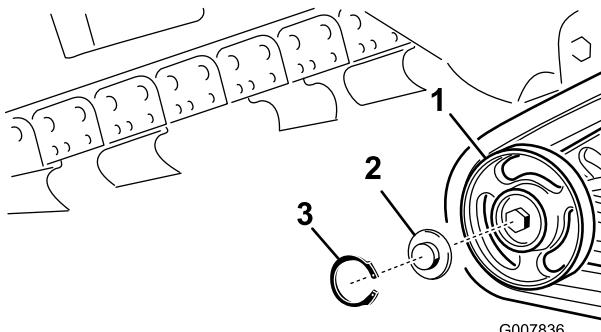

Figura 50
2. Retire la anilla a presión y el tapón de una de las ruedas de rodaje (Figura 50).
3. Compruebe la grasa que hay debajo del tapón y alrededor de la junta (Figura 50). Si está sucia, tiene arenilla o queda poca grasa, elimine toda la grasa, cambie la junta, y añada grasa nueva.
5. Coloque el tapón engrasado sobre la cabeza del perno (Figura 50).
6. Sujete el tapón de la rueda de rodaje con la anilla a presión (Figura 50).